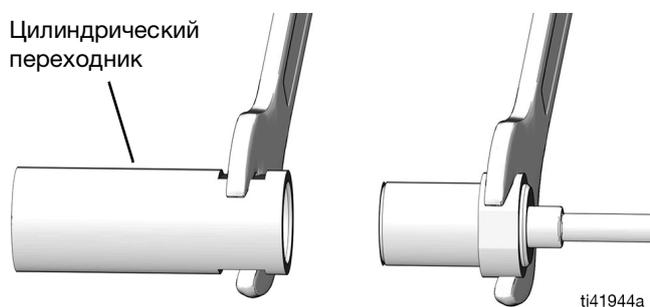

Рис. 4: Питатель CSP серии А
В случае использования цилиндрического переходника (Рис. 4):
2. Накрутите бесконтактное реле на переходник и затяните с усилием 22 - 26 дюйм-фунтов (2,5 - 3 Н•м) (Рис. 4).